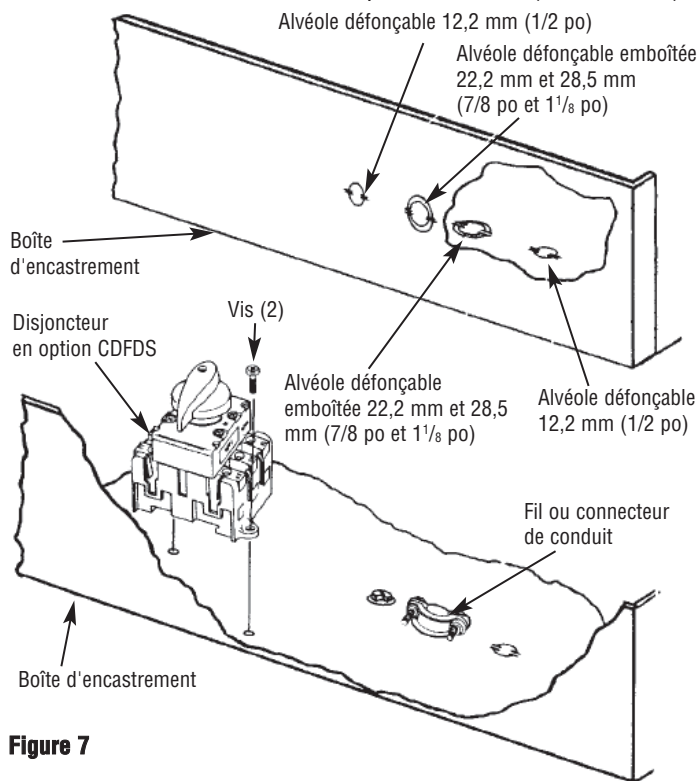

Figure 7
3. Retirer le radiateur en applique de l'emballage de carton. Le radiateur inclut (1) boîte d'encastrement, (1) radiateur, (1) plaque d'encastrement et (1) jeu de grilles.
4. Séparer la boîte d'encastrement de l'ensemble. Enlever les quatre (4) écrous des montants afin de pouvoir enlever le radiateur de la boîte de montage encastrée. Ne pas jeter les écrous car ils seront utilisés à l'étape 13 pour réinstaller le radiateur sur la boîte de montage encastrée.
5. Enlever une des alvéoles et installer un connecteur de câble ou de conduit (Figure 7).
6. Installer le disjoncteur en option (si exigé) comme l'illustre la Figure 7.